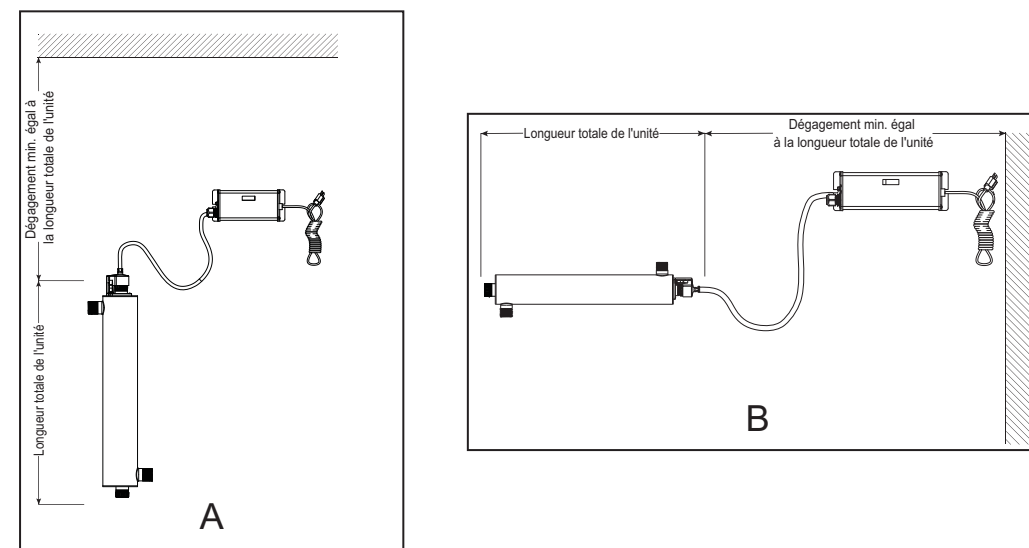

Figure 3 Installation du système de désinfection - Verticale et Horizontale
2. Sélectionnez un emplacement approprié pour le système de désinfection et ses composants connexes. Étant donné qu'il est recommandé d'installer un DFT, assurez-vous qu'il est pris en compte avant l'installation. Le système peut être installé soit verticalement (orifice d'entrée en bas) comme indiqué dans la Figure 3 A soit horizontalement comme indiqué dans la Figure 3 B. Cependant, l'installation verticale est la méthode préférée. Lorsque vous sélectionnez un emplacement de montage, laissez suffisamment d'espace pour permettre la dépose de la lampe UV/du manchon en quartz (on laisse habituellement un espace équivalent à la taille de la chambre elle-même).